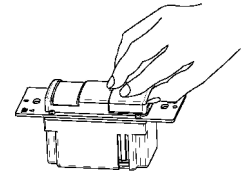

Figura 3
7. Quite la pequeña cubierta protectora. (Ilustrada en la Figura 3).